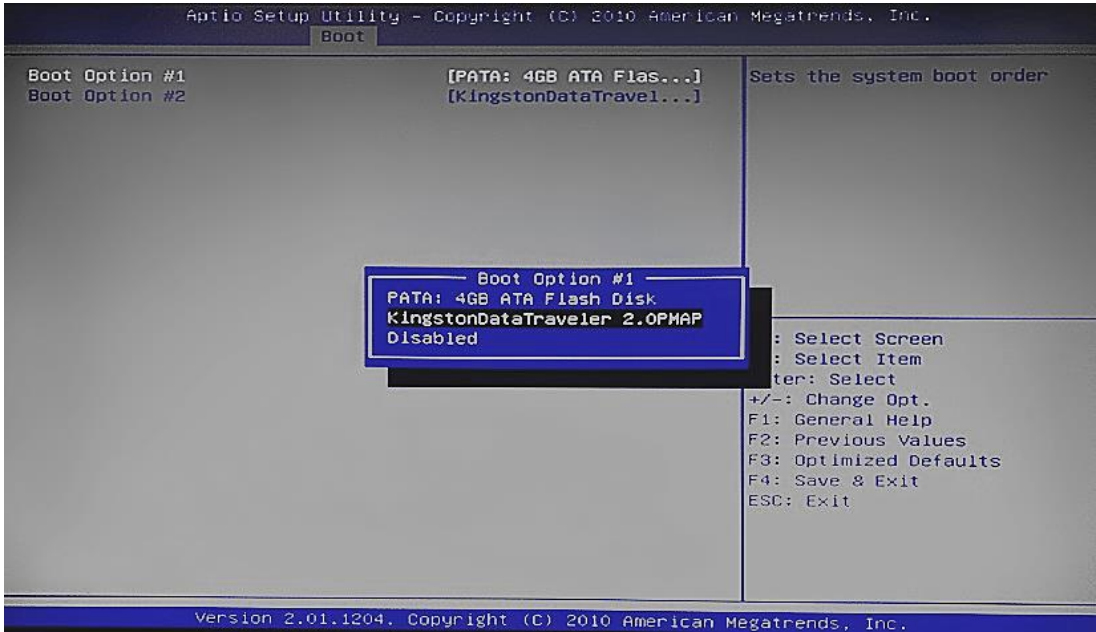

图 2-2 BIOS 设置 2
- 4) 在下一个界面（如图 2-2 所示），将“Boot Option #1”设置为 U 盘启动。